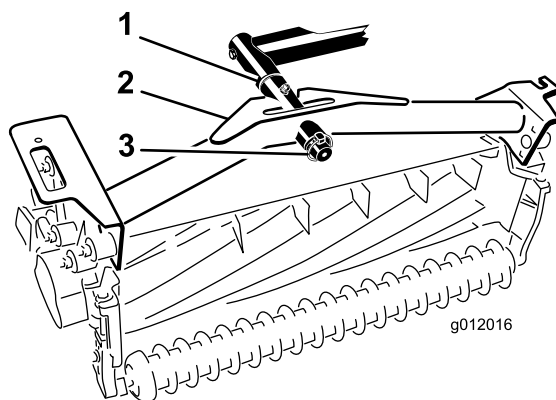

Figura 20
2. Faça deslizar a estrutura de suporte da unidade de corte para a haste de articulação e fixe-a com um pino de sujeição (Figura 20).